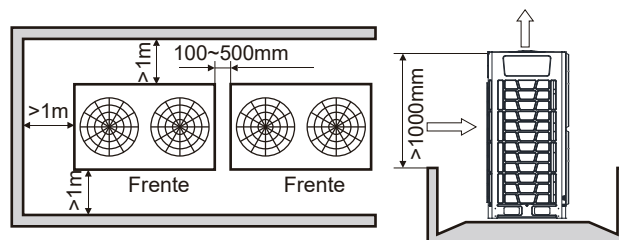

Fig. 3.9 1 fila
3. Si las unidades exteriores superan las barreras circundantes y se dispongan en fila, consulte la Fig. 3.9.